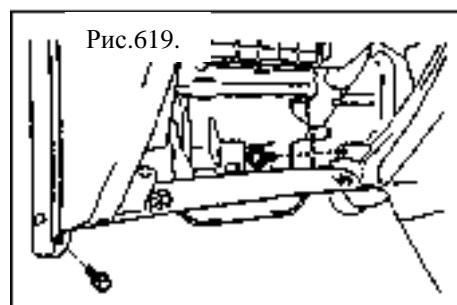

Рис.619.
- (a) Снимите болты и винты панели (рис.619).